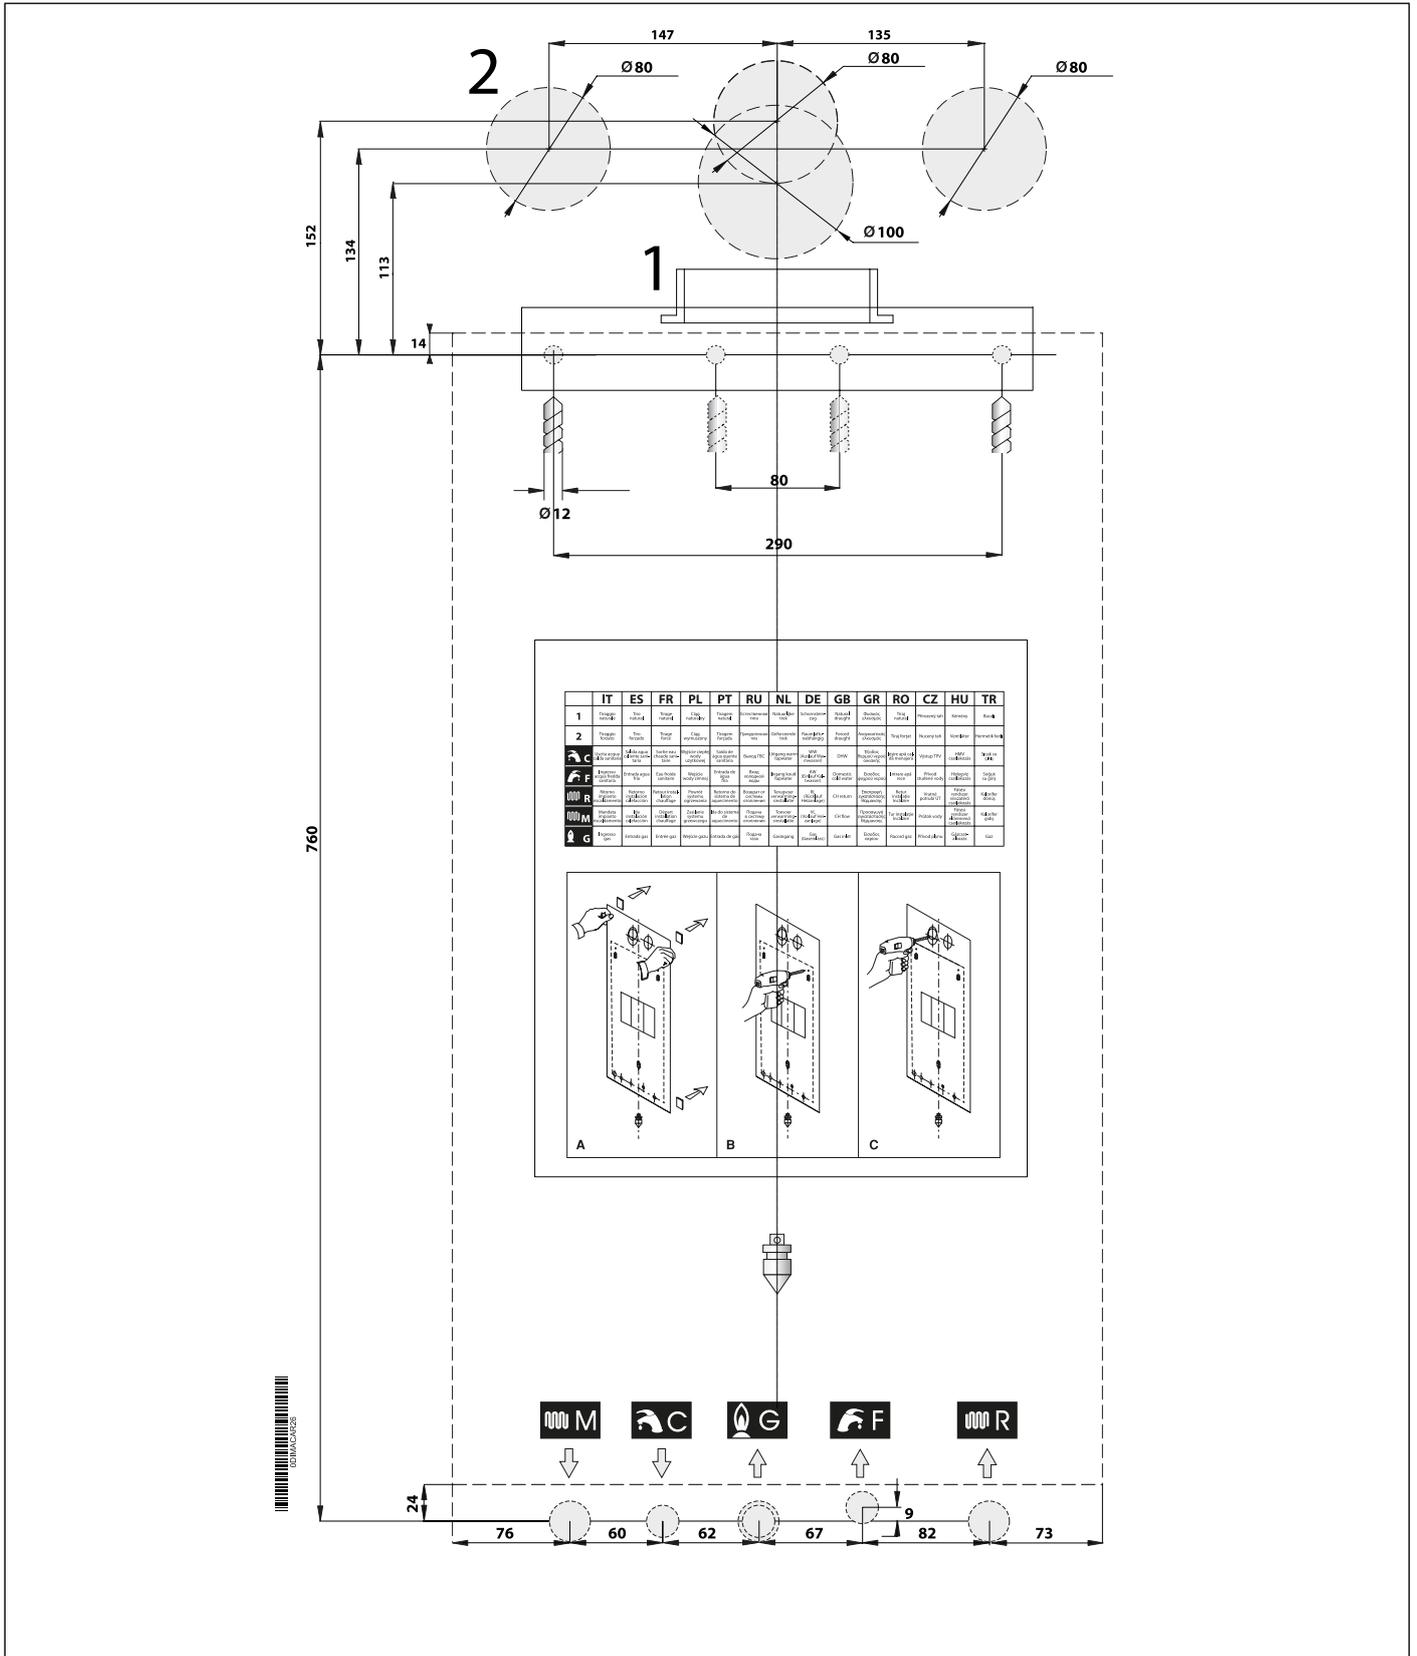

图9 纸质安装模板
- » 壁挂炉墙壁固定安装模板（参见图9纸质安装模板）；
壁挂炉在其包装中包含了一张纸质安装模板（参见图9纸质安装模板）。